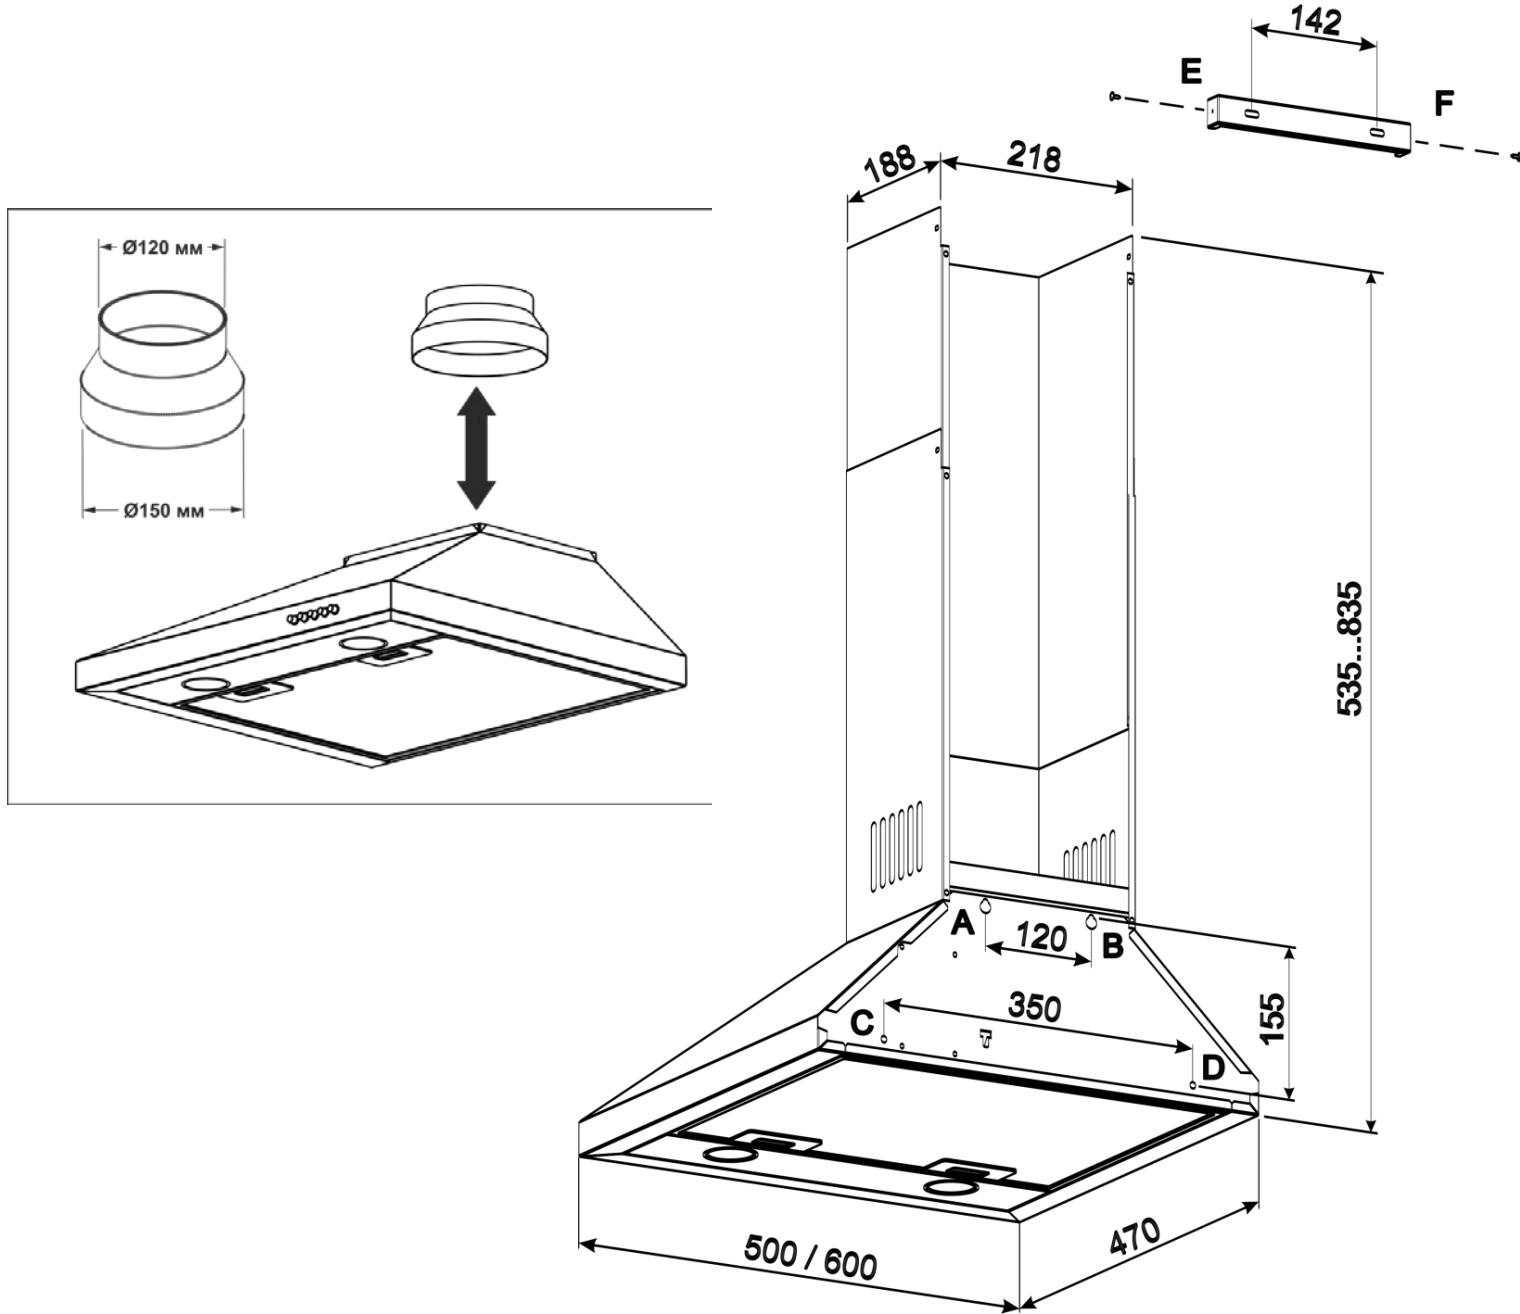

Рис.4
6.4 Проведіть розмітку кріпильних отворів корпусу на стіні кухні. Для цього виготовте паперовий шаблон з координатами 4-х отворів на задній стінці корпуса (**точки А, В, С, D див схема монтажу**); прикладіть шаблон до стіни на необхідній висоті, що вказана вище, і вирівняйте його по рівню (**рис.4**).
6.10 Установіть телескопічний коминок на корпусі витяжки. Підніміть верхню панель коминка з планкою під стелю, щоб він закривав повітровід вентиляції, і розмітьте по пазам планки 2 отвори під кріплення (т. Е, F) (**рис.4**).
**6.14** Установіть зовнішню панель комінка в пази на корпусі витяжки, а внутрішню – підніміть вгору до суміщення отворів кріплення з планкою і з'єднайте їх з боків 2-ма шурупами ПКГ 2,9x9,5 (рис.4).